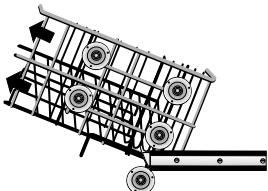

Figure 6/Illus. 6
- 1) Remove the empty upper rack by pulling it out of the dishwasher to the point that it can be lifted upward, as shown in Figure 6.
- 1) Enlever le panier supérieur vide en le tirant hors du lave-vaisselle jusqu'au point où il peut être soulevé, comme à la figure 6.
1) Desprenda el estante superior vacío por medio de jalarlo fuera de la lavadora hasta que pueda levantarlo, tal como muestra la Ilustración 6.